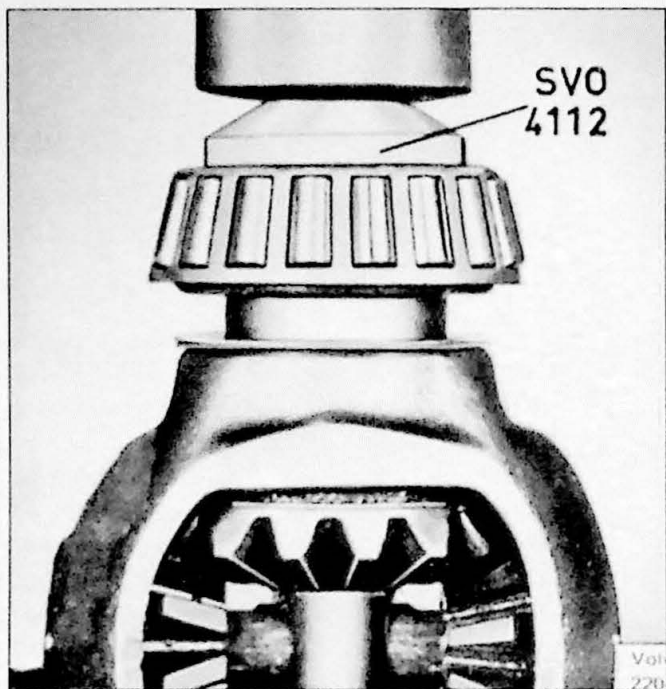

Fig. 9.41. Montage van differentieelhuislager.
4. Zet de afstelplaatjes op het differentieelhuis en pers het lager in. Gebruik hiervoor SVO 4112 (Fig. 9.41). Bij montage van het andere lager, SVO 2599 gebruiken als onderligger, zodat niet het eerst ingeperste lager wordt beschadigd.